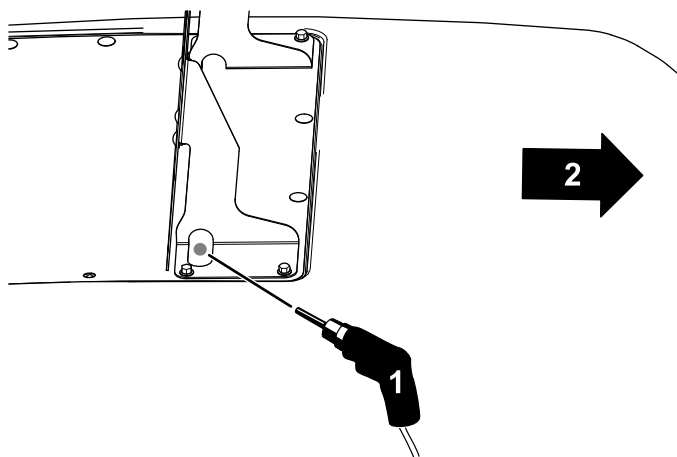

Bild 31
11. Bohren Sie ein Loch ($\frac{1}{2}"$) durch das Abdeckungsgitter, um den Kabelbaum durchzuverlegen (Bild 31).